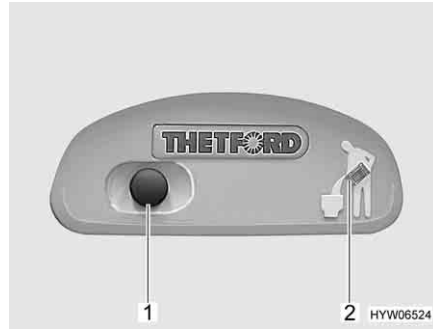
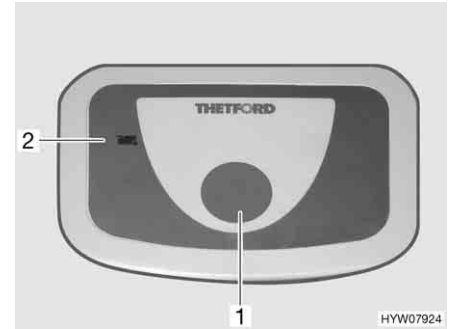

Fig. 245 Bouton pour la chasse d'eau/
Fig. 246 Bouton pour la chasse d'eau/
- Pour actionner la chasse d'eau, appuyer sur le bouton bleu (Fig. 245,1 ou Fig. 246,1) .
Le voyant de contrôle (Fig. 245,2 ou Fig. 246,2) s'allume lorsque le réservoir pour matières fécales doit être vidé.